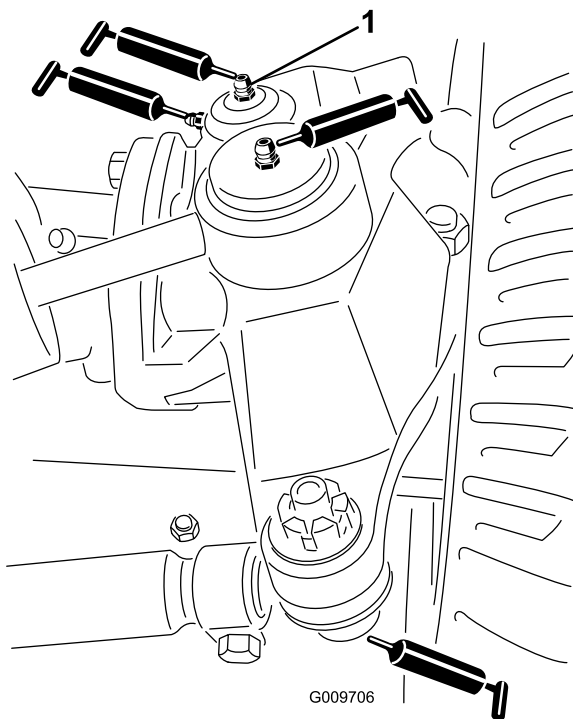

Figure 19
- Rotules de vérin de direction (2) (Figure 19)
- Rotules de biellettes (2) (Figure 19)
- Bagues de pivots de fusées (2) (Figure 19). **Le graisseur supérieur du pivot de fusée ne doit être lubrifié qu'une fois par an (2 injections de graisse).**